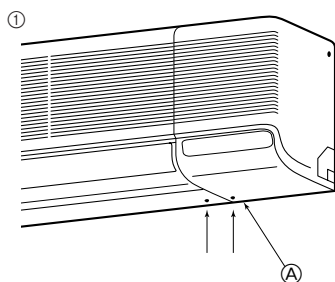

Fig. 3-6
1) Pijpen aan de achter-, rechter- en onderkant (Fig. 3-6)
- ① Verwijder het paneel aan de rechterkant.
- ① Verwijder het zijpaneel.